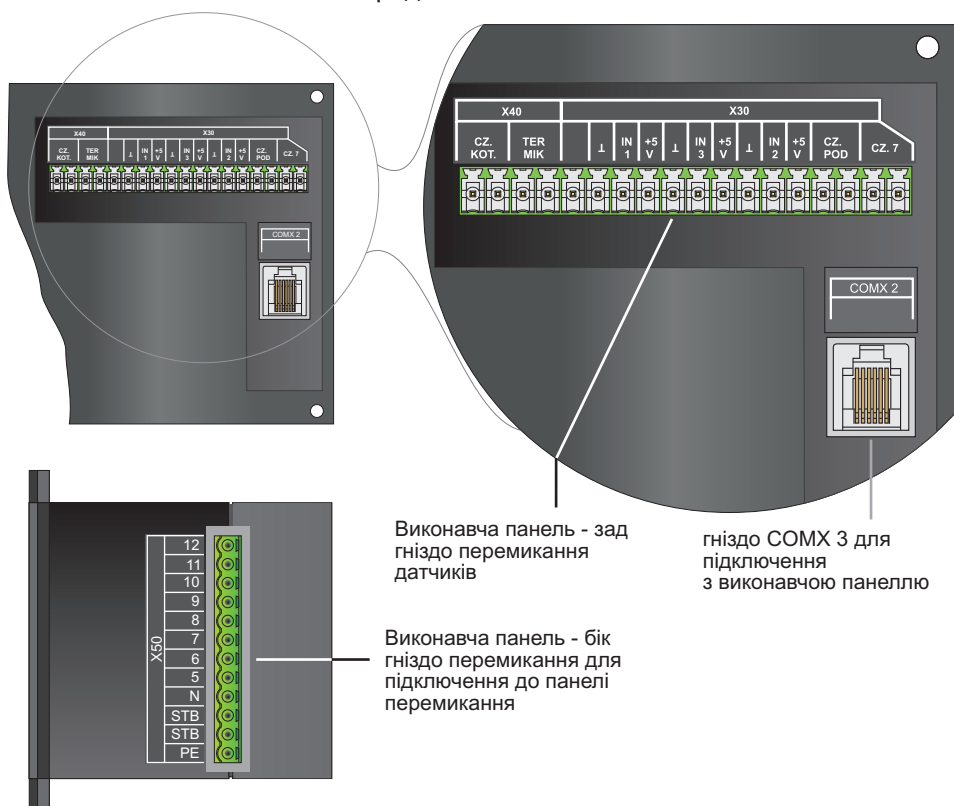

Рис. 4 Виконавча панель - зад і бік
- ❑ Підключити датчики відповідно до гідравлічного проекту, до відповідних гнізд виконавчої панелі. Увага: Виходи датчика котла і термічного (терміка) розташовані ззаду в гнізді виконавчої панелі (Рис. 4). Виходи датчика живильника і додаткового датчика (№7) продубльовані.